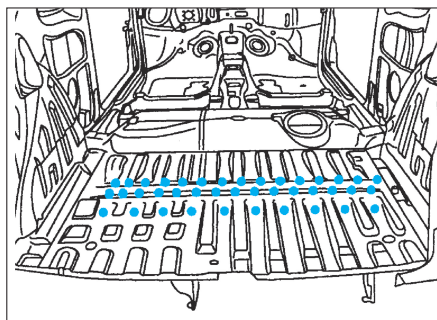

FIG. 156
- Souder par points électriques (avec l'équipement FA1) (**Fig.156**),